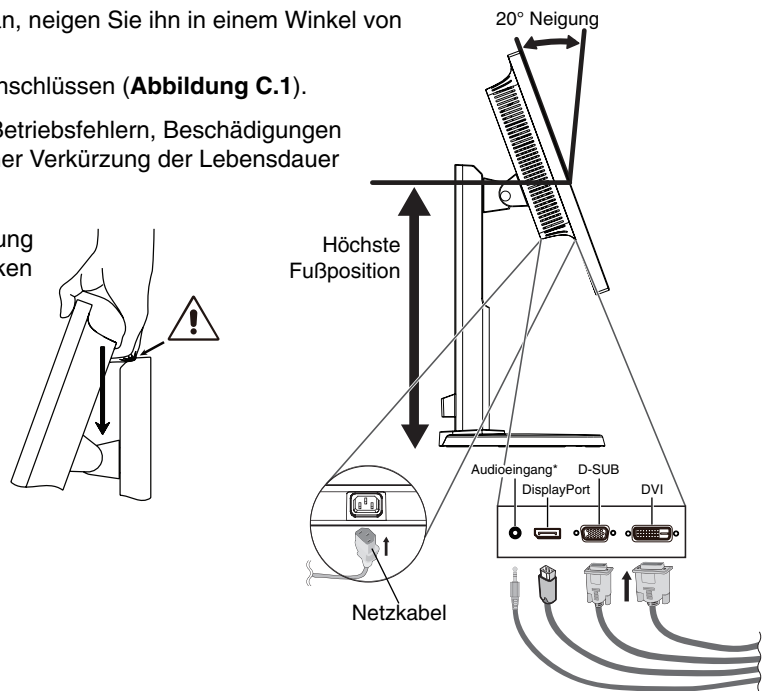

Abbildung C.1
4. Verbinden Sie alle Kabel mit den entsprechenden Anschlüssen (**Abbildung C.1**).